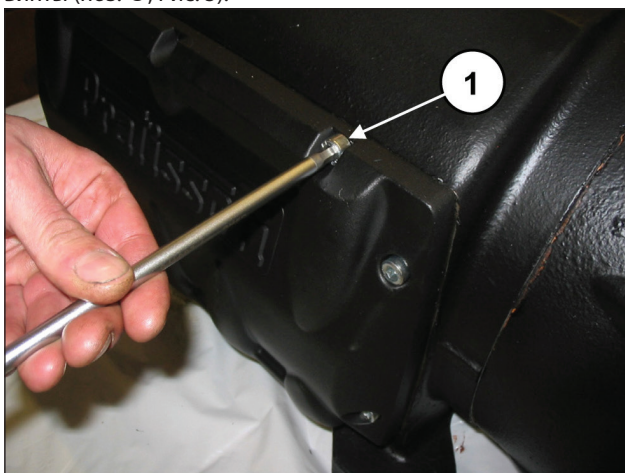

Рис. 5
Демонтируйте крышку картера, открутив соответствующие винты (поз. ①, Рис. 5).